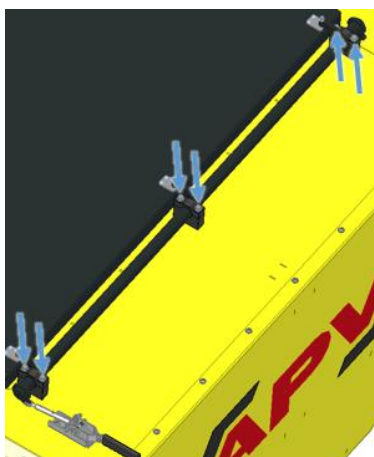

Figura 6
- Os três rolamentos de plástico do eixo são abertos (veja Figura 6).